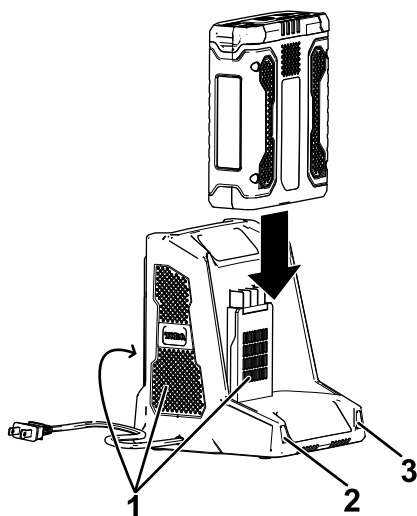

Figuur 8
3. Lijn de uitsparing in de accu (Figuur 8) uit met het uitsteeksel van de lader.